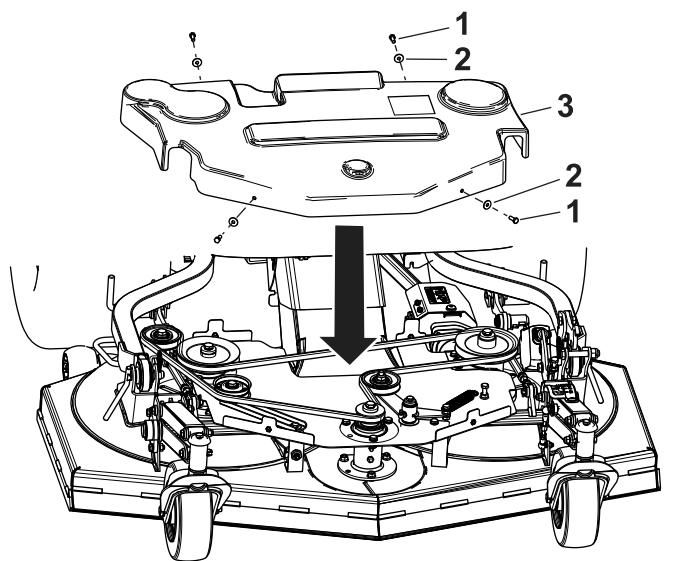

Figure 94
1. Enlevez les 2 boulons et les rondelles à l'avant du protège-courroie (Figure 94).
2. Enlevez les 2 boulons et les rondelles à l'arrière du protège-courroie (Figure 94).
1. Reposez le protège-courroie sur la courroie (Figure 94).
2. Remettez les 2 boulons et les rondelles à l'avant du protège-courroie (Figure 94).
3. Remettez les 2 boulons et les rondelles à l'arrière du protège-courroie (Figure 94).